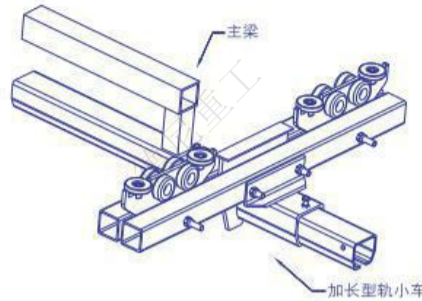

图5G. 安装加长型轨小车(见提示)
- 5.18 将一个型轨小车滑套在主梁的动力输送端（参阅总装图，确定型轨小车的位置。型轨小车的套管与主梁上第一个垂直构件的距离应不小于 25mm），并紧固到位(图 5G)。